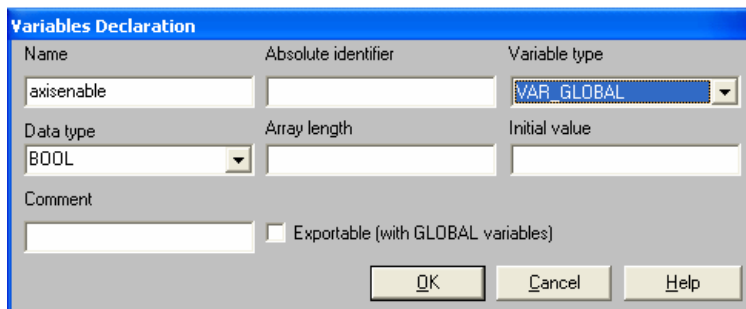

图. 30
双击“MoveAxis”程序控制单元,出现屏幕右侧的变量表,在此可新建变量(图 28),也可在填写功能块的输入输出时建立变量(如图 30)。
(3) 在 “poweraxis” 程序中插入一条 “轴使能命令”（将 `_mc_power` 拖曳至 LAD 的 “NetWork” 中。“axisenable” 变量的建立也可用图 30 方法。